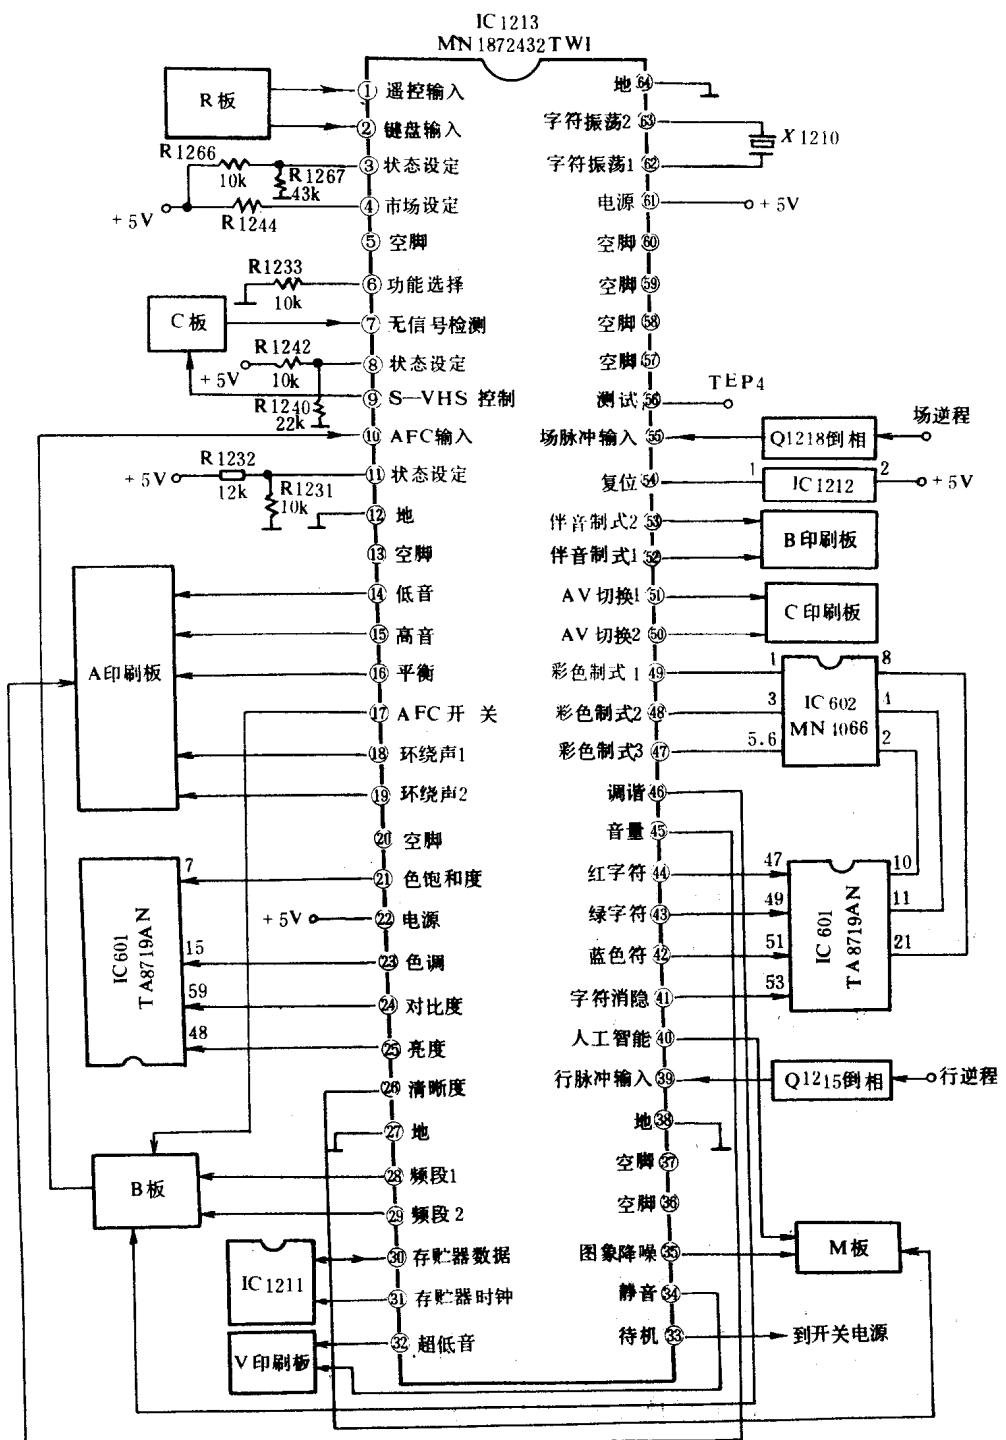

图 1-4 微处理器 MN1872432TWI 控制电路
微处理器 IC1213(MN1872432TWI)的简化电路如图 1-4 所示。MN1872432TWI 为最近新研制的彩色电视机专用微处理器,它采用电压合成调谐选台方式,使预置选台数达 30 个;其内部含有屏幕显示字符发生器及控制电路,且面板键控信号仅由一个②脚输入,这样节省了微处理器的许多引脚。MN1872432TWI 具有丰富的控制功能:彩色制式控制、TV/AV 切换控制、伴音制式切换控制、调谐与频段切换控制、AFC 控制、图象质量模拟量控制、伴音质量模拟量控制、环绕声控制、待机与定时关机控制等。MN1872432TWI 共有 64 个引脚,各引脚的功能说明如下:
①脚:红外遥控信号输入脚。无信号输入时为 0V,有信号输入时可观察到与 V_{pp} 二进制串行脉冲。
②脚:键盘控制信号输入脚。该脚直流电平的高电平代表着不同的键功能。
③脚:状态设定脚。依靠外接 R1266、R1267 分压电阻来对 IC1213 内部工作状态进行设定。
④脚:市场(MARKET)设定脚。由 R1244 接 5V 电源,使 IC1213 内部设定在 PAL、SECAM、NTSC4.43、NTSC3.58 四种制式状态。
⑤脚:多伴音方式选择电压输入脚。本机未采用。
⑥脚:选择功能设定脚。本机此脚经 R1233 接地为 0V,使 IC1213 内部设定为关机前电源,降噪接通后可使静噪消除,屏幕出现背景色状态。
⑦脚:无信号检测电平输入脚。有电视信号输入时,该脚为 0V 低电平;无信号输入时,该脚为高电平。该信号用于 IC1213 自动调谐,产生蓝背景及无信号时的 5 分钟自动待机功能。